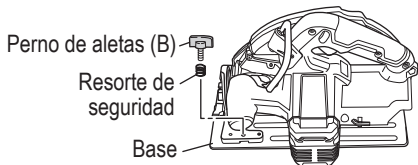

Fig. 26
11. Instalación de la guía (vendida por separado) (Fig. 26, 27)